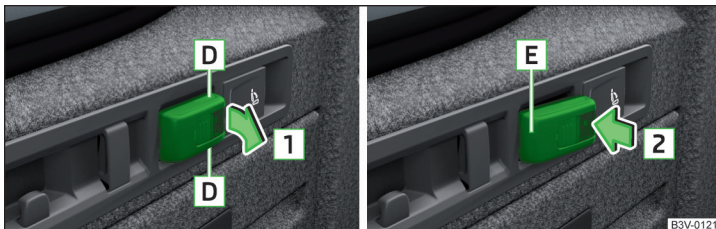

Abb. 156 Leuchte herausnehmen / Leuchte einsetzen
- › Zum **Herausnehmen** die Leuchte im Bereich **D** fassen und in Pfeilrichtung **1** herausschwenken » Abb. 156.
- › Zum **Einsetzen** die Leuchte zuerst mit dem hinteren Teil **E** in die Halterung einsetzen » Abb. 156 und danach die Leuchte in Pfeilrichtung **2** nachdrücken, bis diese hörbar einrastet.